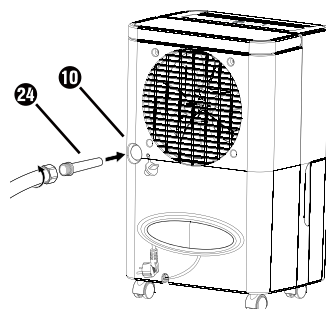

Fig. 5
- ◆ Skru nu en haveslange på EU-haveslangeadapteren ②④ ved anvendelse af EU-haveslangeadapteren ②④ (se fig. 5).